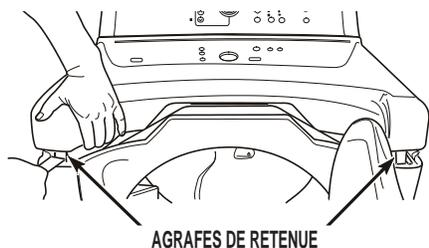

FIGURE 1
4. Soulever la table de la sécheuse. Utiliser un couteau à mastic pour dégager les agrafes (exercer une pression contre les agrafes de gauche et de droite) et les séparer de la table de la sécheuse. Incliner doucement la table de la sécheuse vers le mur; veiller à ne pas détériorer la table de la sécheuse ou le mur. Consulter la *Figure 1*.